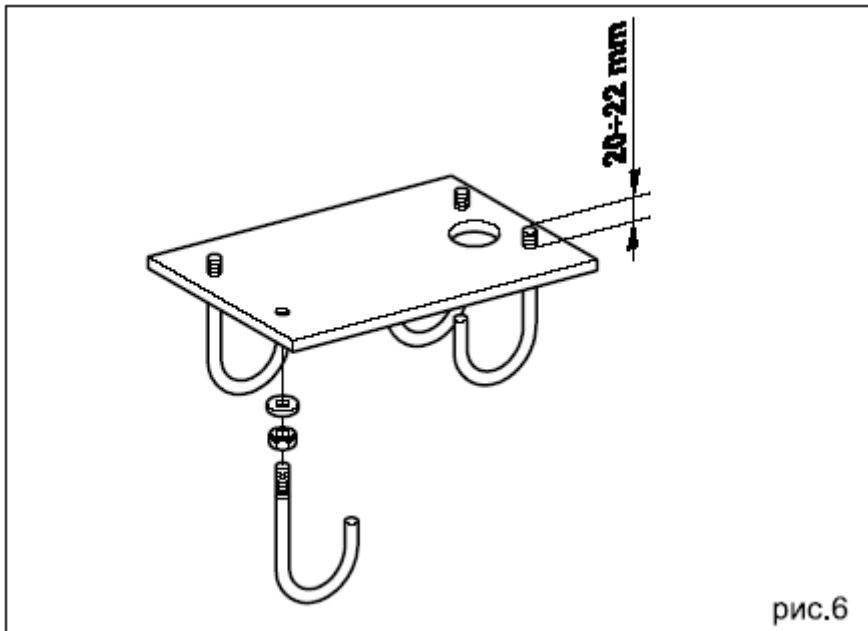

рис.6
- Соберите плиту основания, как показано на рис.6.
- Закрепите плиту основания, как показано на рис.6, снабдив одним или более кожухом для проводки электрических кабелей. Используя уровень, проверьте, чтобы плита была идеально выровнена. Подождите, пока не схватится цемент.